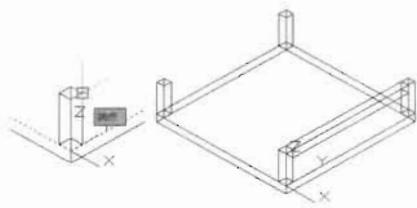

图 12-81
(6) 在命令行中输入 box 命令, 以如图 12-81 (左) 所示的端点为起点创建一个长方体, 如图 12-81 (右) 所示, 命令执行过程如下。